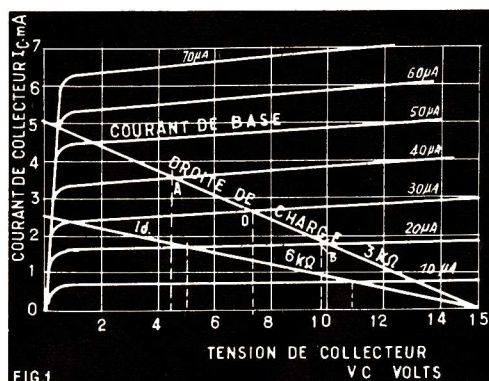
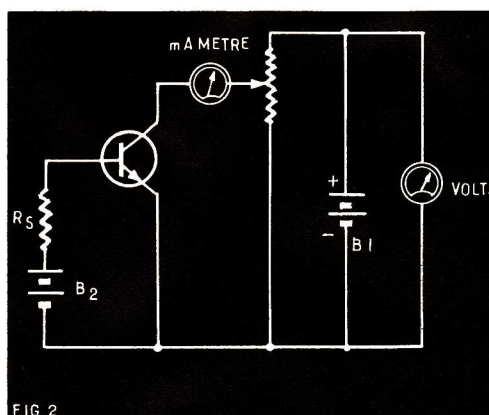
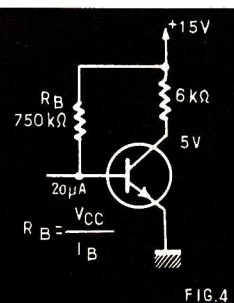

FIG. 1
FIG. 2
FIG. 4
La figure 1 représente la courbe caractéristique du transistor 2N2712. Ce type de courbes peut être relevé à l'aide d'un petit montage (voir fig. 2) et tracé à la main sur papier millimétré.
On a seulement besoin d'une source d'alimentation rendue variable (marquée B1 en fig. 2), d'un milliampèremètre pour mesurer le courant du collecteur et d'un voltmètre pour mesurer la tension du collecteur, comme il apparaît sur la figure 2.
tension d'alimentation. On mesure successivement les courants de collecteur qui correspondent à 5 ou 6 tensions différentes, et on indique sur le papier millimétré des points correspondant aux grandeurs mesurées. Enfin, on trace une ligne continue pour relier tous les points. On obtient ainsi des courbes semblables à celles de la figure 1.
Obtenir un gain de tension plus grand. — Si nous avons l'intention de construire un amplificateur de plus d'un étage, il conviendra d'employer dans l'étage initial une résistance de valeur plus grande que 3 Kohms pour obtenir un gain de tension plus élevé. Pour voir comment nous y prendre, notons la tension de sortie ci-dessus qui correspond à une charge de 3 000 ohms et traçons ensuite une droite de charge de 6 000 ohms (fig. 4) et observons la différence. Dans le cas de $R_L = 3$ Kohms : depuis le point « A », $V_c = 4,2$ volts jusqu'au point « B » $V_c = 9,8$ V, on note une augmentation de tension de 5,6 volts, donc $E_o = 5,6$ volts (c'est une tension crête à crête). Mais dans le cas de $R_L = 6$ Kohms : depuis le point « C » $V_c = 0,6$ volt jusqu'au point « D », $V_c = 10,5$ volts, nous notons une augmentation de 9,9 volts, qui est notablement plus grande que celle que nous avons pu obtenir avec la charge de 3 000 ohms.
Une précaution à prendre : le rapport signal-bruit. — On pourrait utiliser pour R_L une valeur encore plus grande et maintenir quand même une sortie linéaire assez bonne. Mais il faut tenir compte des limites de fonctionnement. On s'en rend compte de la façon suivante : sur les courbes de la figure 1, posons une règle depuis $I_c = 2$ mA jusqu'à $V_c = 15$ volts. L'intersection avec la valeur de 1 mA serait égale à un courant de base de 13 micro-A environ. Ceci donnerait une variation maximale de tension à partir de la saturation (qui serait à $I_c = 2$ mA et à $V_c = 0$ volt) jusqu'au blocage (qui serait à 0 mA et à 15 volts).
Fonctionnement en classe A. — Pour ajouter un peu plus de détails au circuit, réalisons un amplificateur qui utilise une charge $R_L = 6 000$ ohms (fig. 4). Au point de fonctionnement « O_2 » de la figure 1, nous avons une commande de base avec
Retournons à la courbe caractéristique en figure 1 et observons le point de fonctionnement « C » sur la droite de charge de 6 000 ohms. Si un signal sinusoïdal est appliqué à la base du transistor, il est clair que lorsque le signal d'entrée passe par l'alternance positive, la tension de collecteur s'approchera de 0 (inversion de phase) et que tout accroissement ultérieur du signal apparaîtrait à la sortie comme une forme d'onde négative et rabotée puisque le transistor serait saturé à ce point. Ceci indiquerait que, soit la résistance de charge est trop élevée (réduisant ainsi la tension du collecteur) soit la résistance de polarisation est trop faible (augmentant le courant de base).
Dispositions pour obtenir un facteur S petit. - En figure 4 nous voyons un réseau simple de polarisation de transistor sans compensation spéciale. Pour ce montage, le facteur de stabilité vaut :
Nous pouvons donc affirmer qu'un transistor possédant un β de 100 aurait également un facteur S de 100, à condition d'être polarisé comme en figure 4. Mais pour un arrangement de polarisation comme celle de la figure 8, le facteur S serait égal seulement à la moitié de celui de la figure 4 à condition que la moitié de la tension d'alimentation soit chutée à travers R_L .
Le diviseur de tension entre base et masse. - Pour ajouter un peu plus de stabilité au circuit, nous pouvons insérer une résistance entre base et masse. L'ensemble constitue un diviseur de tension qui est utile pour maintenir la stabilité de la polarisation en continu. Il sert encore à permettre l'interchangeabilité relative des transistors qui sont d'un même type, mais ont des gains différents. Le circuit en figure 9 est doté d'une polarisation de base légèrement différente de celle qui apparaissait sur les courbes de la figure 1.
Un point qui n'a pas encore été considéré est que (8) I_{c0} double pour chaque accroissement de la température de 10°C. De 25°C à 55°C, le courant I_{c0} du transistor 2N2712, qui est de 1 microampère (selon les caractéristiques du lexique), serait égal à un courant de fuite de 8 microampères. Le I_{c0} de 8 μ A aurait le même effet que le déplacement du point de fonctionnement de 8 μ A sur les courbes I_b de la figure 1. Si on choisissait le point de fonctionnement initial sur la droite de charge correspondant à 6 000 ohms (point « O₂ » en fig. 1), le